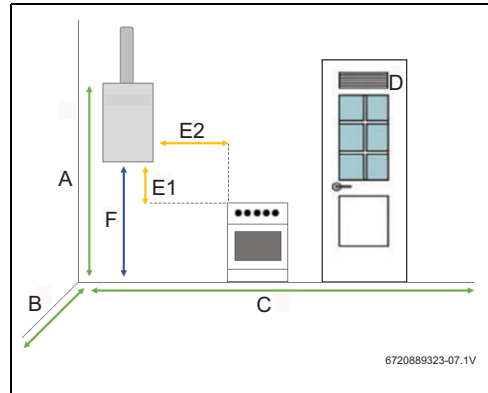

Fig. 6 Distâncias mínimas
- ▶ Garanta bom acesso para eventuais manutenções, respeitando as distâncias mínimas indicadas na Fig. 6.